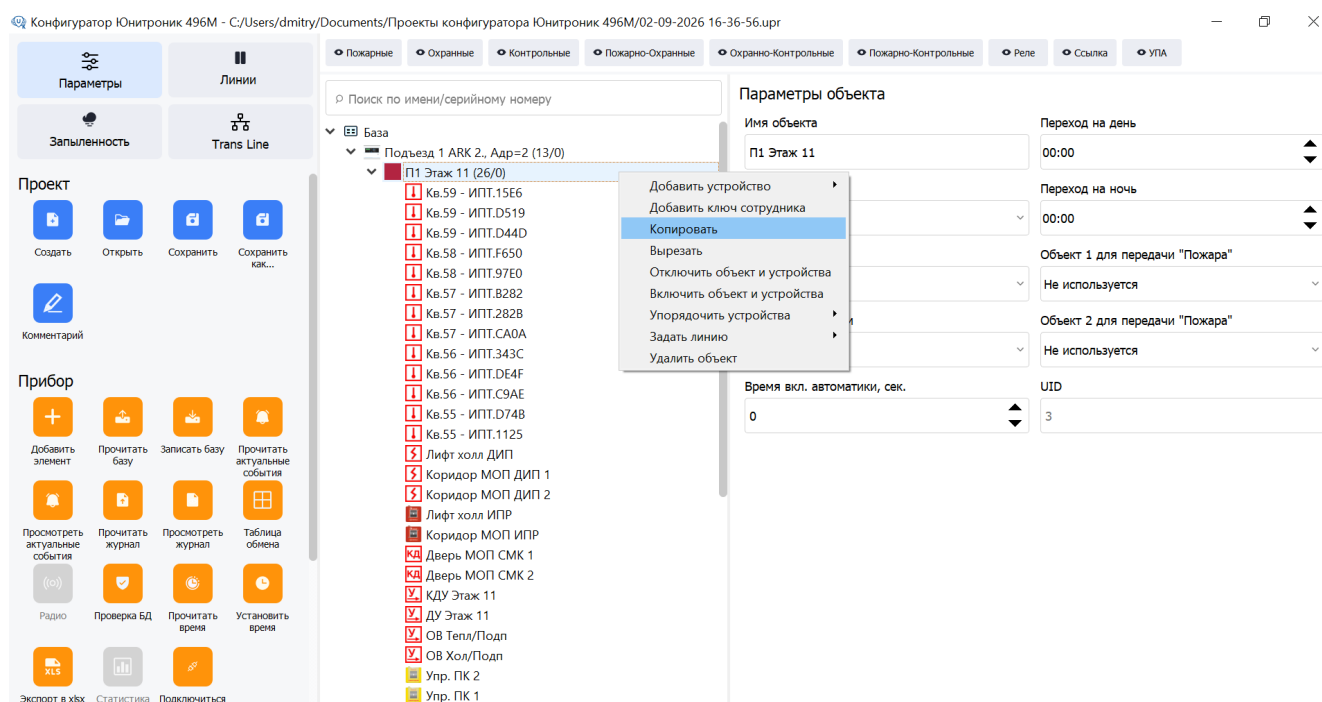
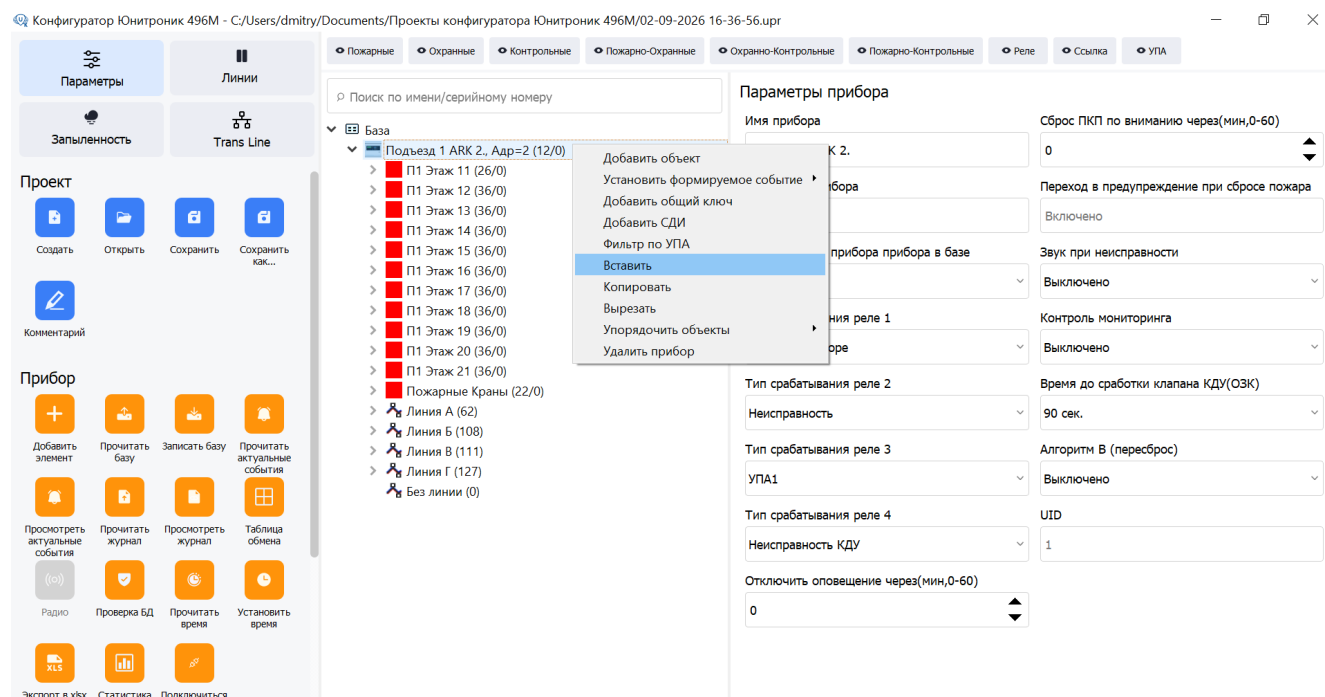

Рис.8. Создание типового этажа.
Рис.9. Тиражирование типового этажа.
2.5. Для жилых домов рекомендуется создать Объект – типовой Этаж. В этом объекте «Этаж» задаются алгоритмы работы всех АУ, которые принадлежат данному Этажу (рис.8), и далее с помощью меню «Копирование Объекта» и «Вставка в Прибор» происходит создание базы данных прибора по типовым этажам с изменением номера этажа (рис.9).